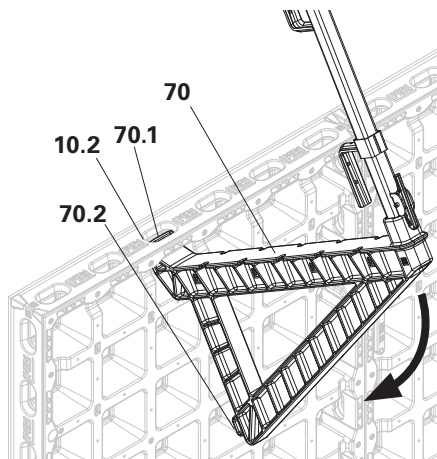

Fig. B4.02a
2. Insérer l'ergot supérieur (70.1) de la console dans l'encoche de connexion (10.2) du panneau. (Fig. B4.02a)
3. Faire tourner la console vers le bas jusqu'à ce que l'ergot inférieur (70.2) s'enclenche dans le cadre du panneau. (Fig. B4.02a + B4.02b)